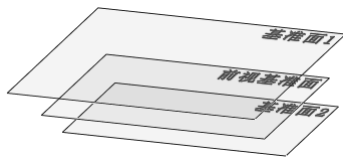

图 3-34 执行拉伸操作
STEP 2 通过相同操作, 创建在另外一个方向上, 距离“前视基准面”15mm 的基准面(可通过选择“反转”复选框调整基准面偏移的方向), 如图 3-34 所示。